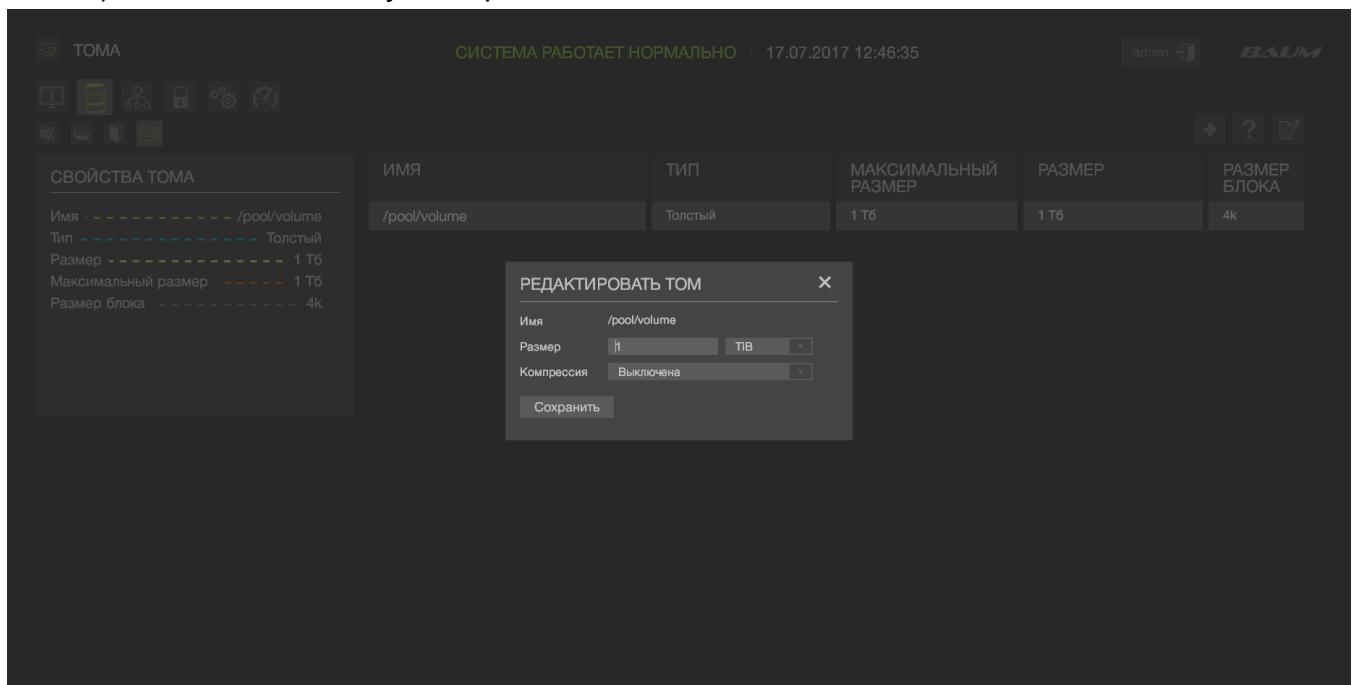

Рисунок 55 – Редактирование ресурса на примере Тома
- 1) Выбрать нужную вкладку доступа («Дисковое пространство» → «Файловые системы/Тома») (см. Рисунок 55).